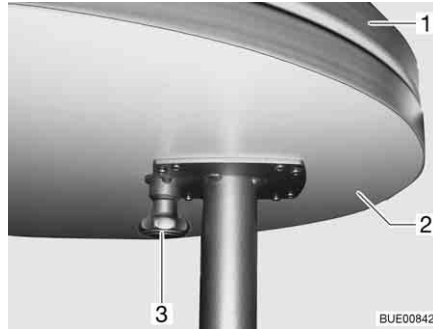
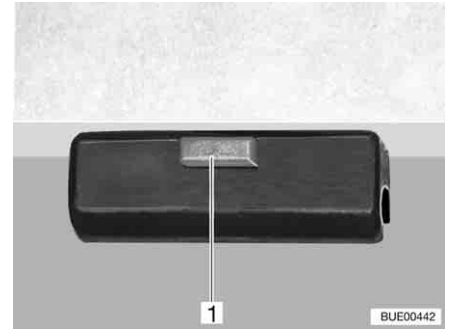

Bild 115 Utsvängbar bordsförlängning
Bild 116 Lås
- Dra knappen (Bild 115,3) till låset nedåt och fäll ut bordsförlängningen (Bild 115,2).
- Fäll in bordsförlängningen (Bild 115,2) under bordsskivan (Bild 115,1) så att det hörs att låset (Bild 116,1) hakar i.
- Lossa låset (Bild 116,1) på bordsskivan.